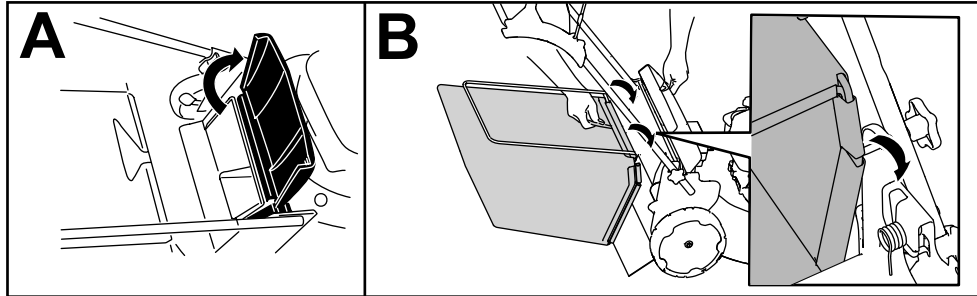

Figura 16
1. Levante y sujete el deflector trasero (Figura 16, A).
2. Instale la bolsa de recogida, asegurándose de que los pasadores de la bolsa descansan en las muescas del soporte del manillar (Figura 16, B).